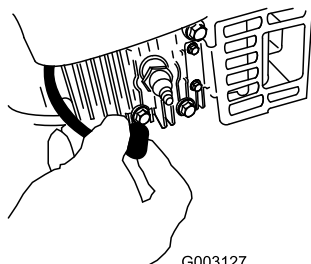

Figure 33
2. Débranchez le fil de la bougie (Figure 33) avant de procéder à un quelconque entretien.